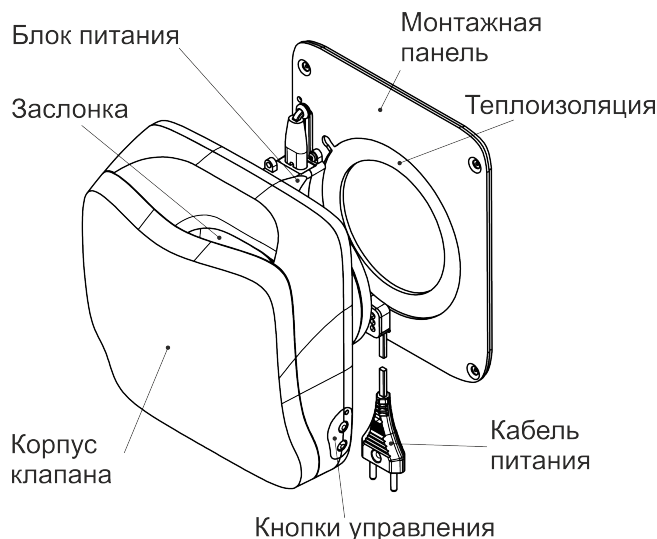

Рис. 1 Общий вид прибора. *Вариант с пластиковой решеткой.
- Установите фильтр в канал, как показано на рис. 1 стр. 7.